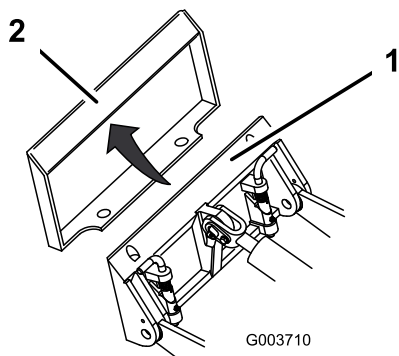

Figura 15
4. Posizionate la piastra di appoggio sul bordo superiore della piastra ricevente dell'accessorio (Figura 15).